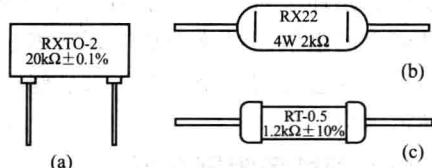

图1-2 电阻器直标法实例
1) 直标法 直标法就是将电阻器的类别、标称阻值、允许偏差及额定功率等直接标注在电阻器的外表面上,如图1-2所示。图1-2(a)表示标称阻值为 $20k\Omega$ 、允许偏差为 $\pm 0.1\%$ 、额定功率为2W的线绕电阻器;图1-2(b)表示标称阻值为 $2k\Omega$ 、额定功率为4W的线绕电阻器;图1-2(c)表示标称阻值为 $1.2k\Omega$ 、允许偏差为 $\pm 10\%$ 、额定功率为0.5W的碳膜电阻器。